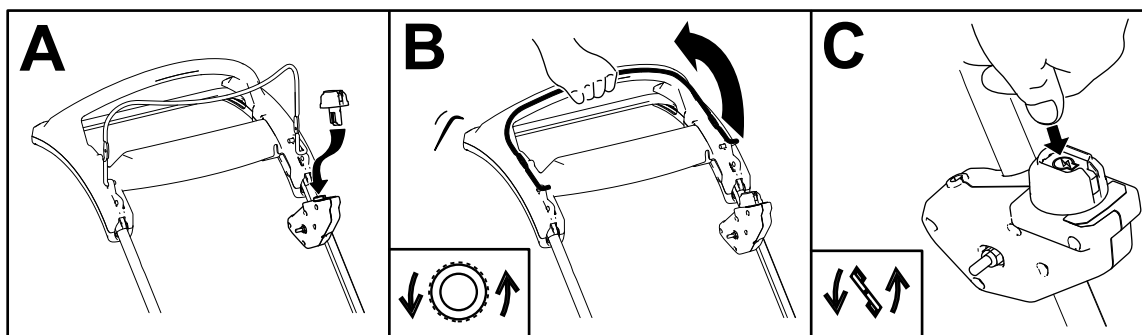

Figura 13
2. Introduzca el botón de arranque eléctrico en el interruptor de arranque eléctrico (Figura 13, A).
3. Apriete la barra de control contra el manillar para encender la máquina y engranar la transmisión autopropulsada (Figura 13, B).
4. Pulse el botón de arranque eléctrico para engranar las cuchillas (Figura 13, C).